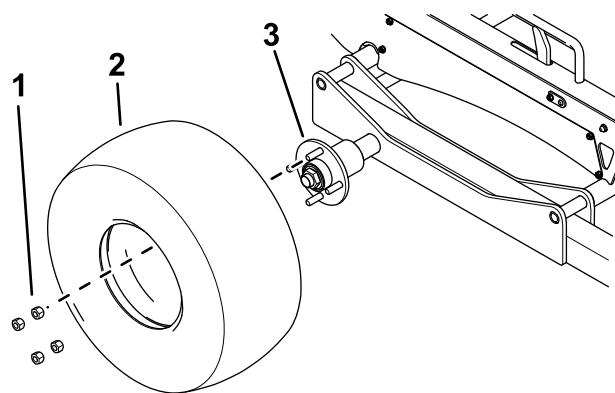

Рисунок 21
1. Прикрепите колесо в сборе к каждой ступице оси с помощью 4 зажимных гаек (Рисунок 21).